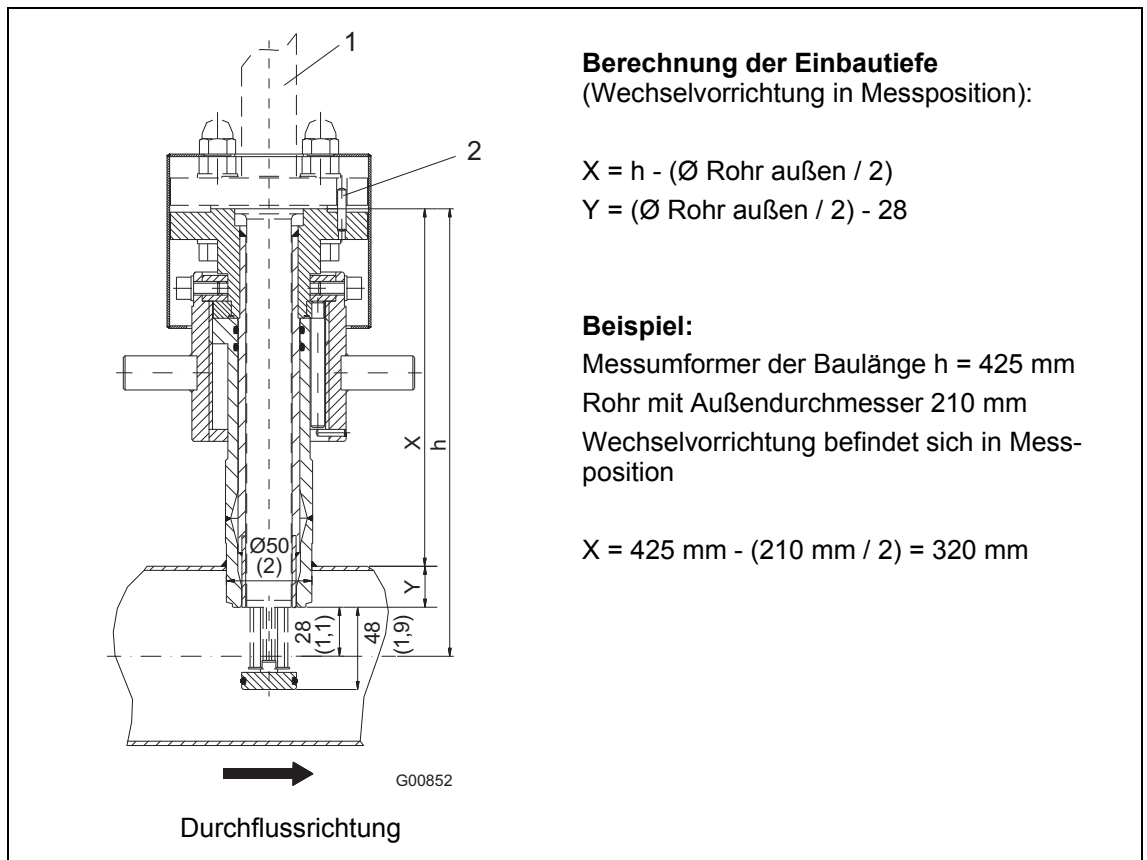

Abb. 12: Abmessungen in mm (inch). Wechsellvorrichtung in Messposition
- Der Zentrierstift des Adapters muss in Flucht zur Rohrachse in Strömungsrichtung stehen (auslaufseitig, hinter der Messstelle), siehe Abb. 12.